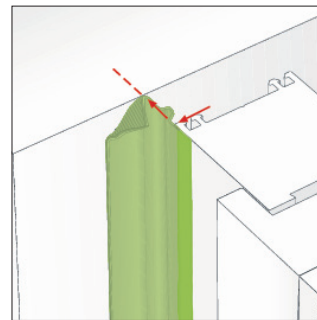

Bild 1: Klebung einseitig Folie auf die Ansichtsseite des Blendrahmens kleben.
- Folie mit der Selbstklebung auf den Fensterrahmenrücken kleben (Bild 1+2).
- Ankleben an der Ansichtsseite des Blendrahmens (Bild 1).
- Die in der Fuge überbrückende nicht verklebte Folie muss hinter der rot markierten Linie liegen (Bild 1).